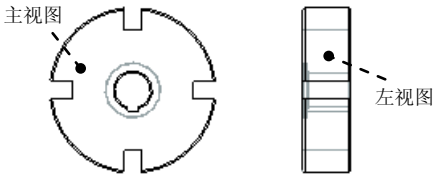

图 3.4.8 投影视图
Step2. 在系统  选取绘制视图的中心点。的提示下，在图形区主视图的右方任意位置单击，系统自动创建左视图，如图 3.4.8 所示。如果在主视图的下方（左方）任意选取一点，则会生成俯视图（右视图）。